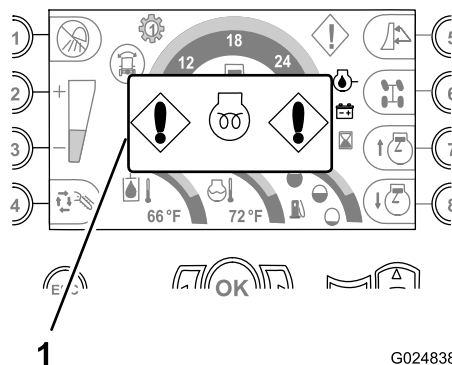

Figura 32
- **Indicador de calentamiento del motor** – Este indicador aparece cuando el interruptor de encendido está en la posición de Encendido y el calentador del aire de admisión del motor esta encendido (Figura 32).
Nota: Espere a que desaparezca el indicador antes de intentar arrancar el motor (Figura 32).